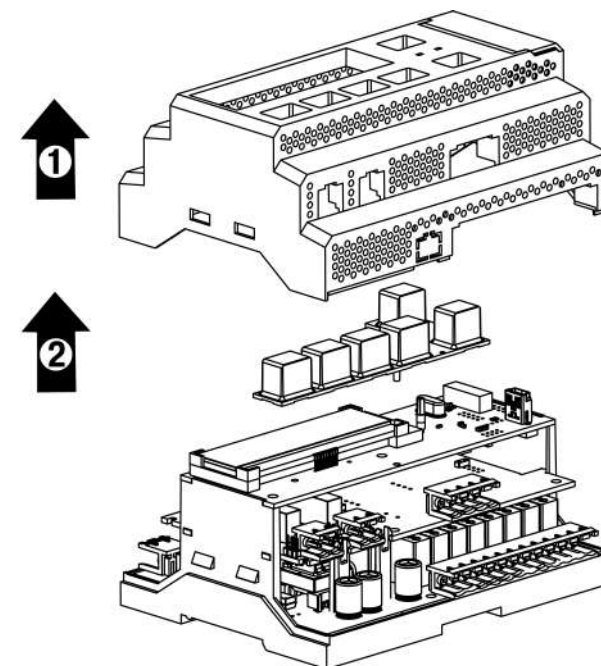

Рисунок 6.11 – Отделение верхней крышки и клавиатуры
4. Снять крышку (см. рисунок 6.11, стрелка 1). Убрать клавиатуру (стрелка 2).